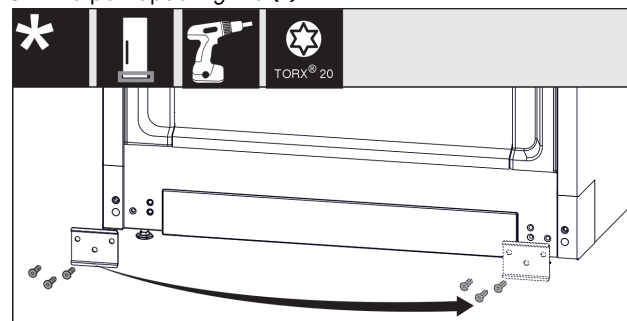

Fig. 21
- Odvrnite lim Fig. 21 (1), premjestite ga na drugu stranu i ponovno pričvrstite.